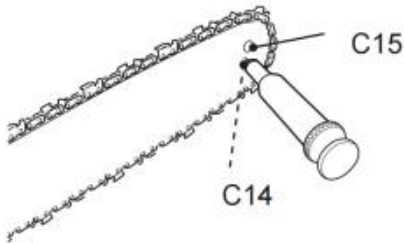

Fig. 69
2. À l'aide d'un pistolet lubrifiant jetable, insérez le nez de l'aiguille dans le trou de lubrification (C14) et injectez de la graisse jusqu'à ce qu'elle apparaisse sur le bord extérieur du pignon (Fig. 69).